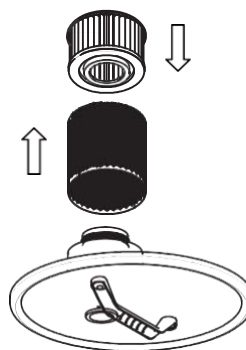

Fig. 2
- 2) Coloque o filtro (4) na caixa do filtro (3) (fig. 2).
- 3) Gire o filtro (4) ou a caixa do filtro (3) no sentido horário até que fiquem fixos.